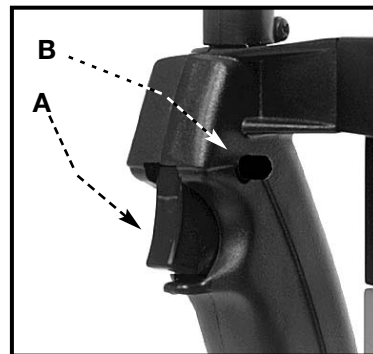

Fig. 11
1. Apriete el gatillo interruptor (A) Fig. 11, para poner el ráuter en marcha. Suéltelo para pararlo.
2. Para fijar el interruptor en la posición prendida, apriete el gatillo (A) Fig. 11 completamente, empuje el botón fijador (B), y entonces, suelte el gatillo.
1. Suelte el gatillo (A) Fig. 11.
1. Suelte el gatillo (A) Fig. 11, hasta la posición apagada.